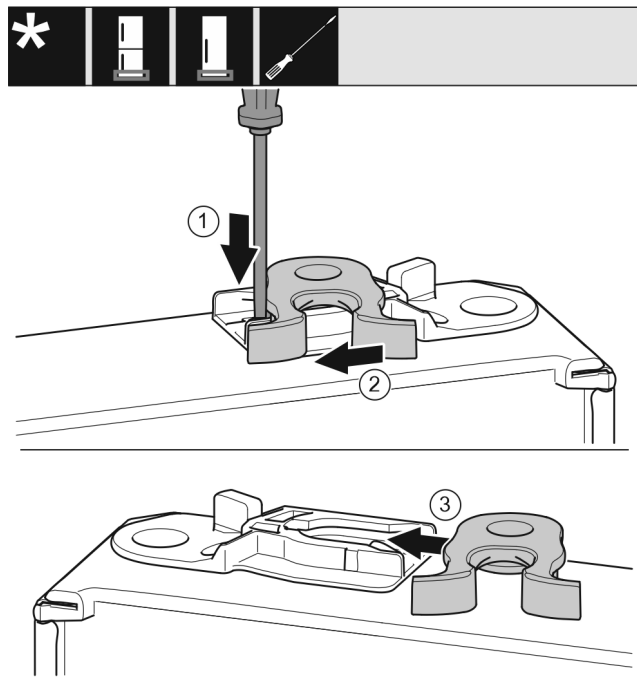

Fig. 40 *
- ▶ Прижмите накладку Fig. 40 (1) шлицевой отверткой вниз.*
- ▶ Выведите запорный крючок Fig. 40 (2) из направляющей.*
- ▶ Вставьте запорный крючок Fig. 40 (3) в направляющую с другой стороны.*